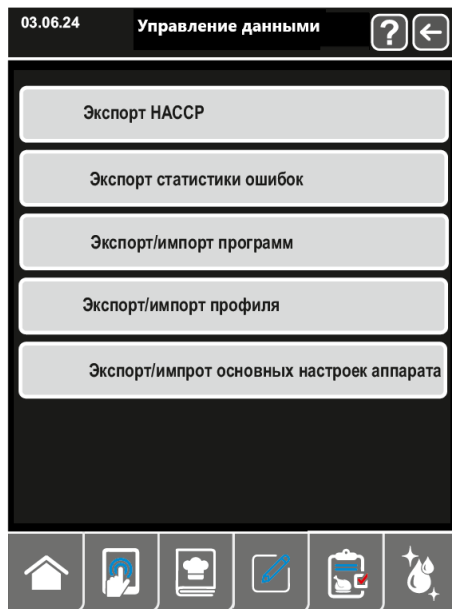

Рис.15.6 Окно управление данными
5.6.4 На окне «Настройки» нажать строку  отобразится окно рис.15.6.